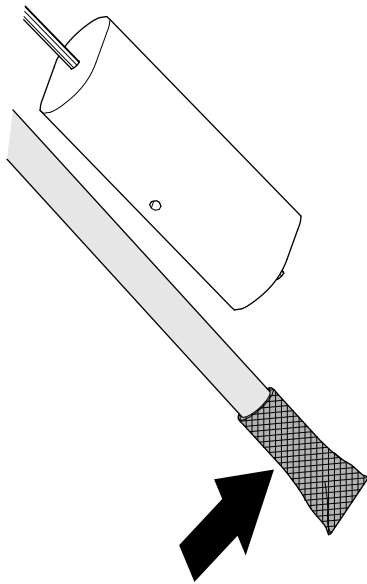

Figure 86
1. Nettoyez la crépine au bout du tube d'admission de carburant (Figure 86).